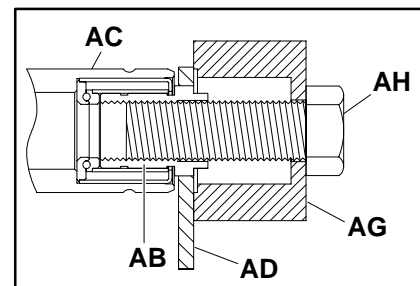

Abbildung 15
Setzen Sie das Spezialwerkzeug zum Entfernen von Lagern und Hülsen (AG in Abbildung 15), Teilenummer ☆25-09, an der Befestigungshülse (AB in Abbildung 15) an.
Schieben Sie den mit einem speziellen Gewinde versehenen Bolzen (AH in Abbildung 15), Teilenummer ☆906-278, durch das Spezialwerkzeug zum Entfernen von Lagern und Hülsen (AG) und in die Befestigungshülse (AB).